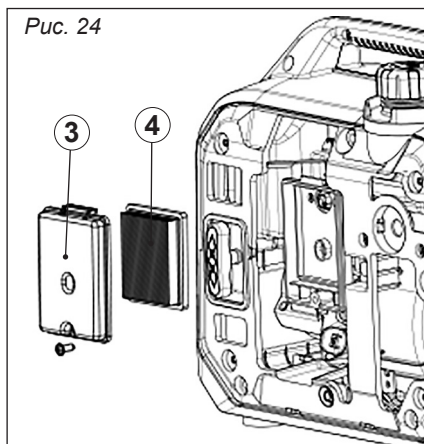

Рис. 24
2. Снимите крышку корпуса воздушного фильтра **3**, *рис. 24*
3. Выньте фильтрующий элемент **4**, *рис. 24*.
7. Установите крышку корпуса воздушного фильтра (4) в исходное положение и затяните винт (3), *рис. 24.*
8. Установите крышку (2) и затяните винт (1), *рис. 24.*